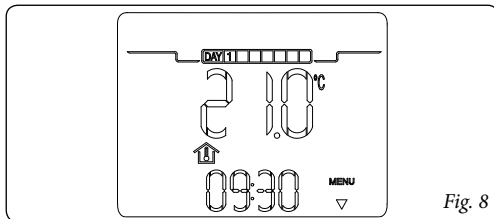

Fig. 8
- **Modalità stand-by / antigelo** (*). In questa modalità la caldaia può funzionare solo in caso di richiesta antigelo ambiente. In questo stato viene comunque visualizzato il giorno, l'ora corrente, eventuali anomalie di funzionamento e la temperatura ambiente (fig. 8).